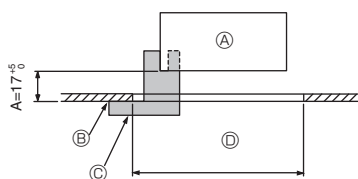
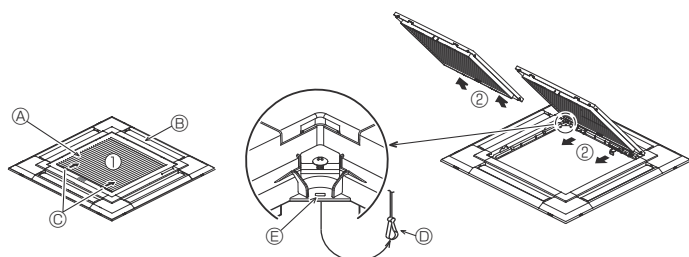
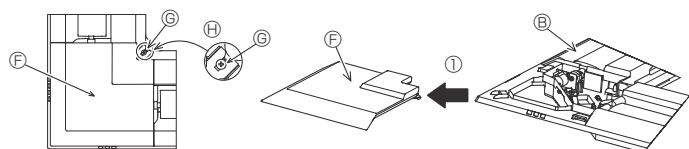

Fig. 9-2
Fig. 9-3
Fig. 9-4
①	Gitter	1	950 × 950 (mm)
②	Installationsmåler	1	(delt i fire)
③	Skruer (4 × 16)	1	til PLP-6EAE, PLP-6EAL, PLP-6EALME
④	i-see sensor-hjørnepanel	1	til PLP-6EAE, PLP-6EAL, PLP-6EALME
⑤	Trådløs fjernbetjening	1	til PLP-6EALM, PLP-6EALME
⑥	Holder til fjernbetjening	1	Medfølger hvis udstyret med trådløs fjernbetjening.
⑦	LR6 AA-batterier	2	Medfølger hvis udstyret med trådløs fjernbetjening.
⑧	3,5 × 16 pladeskruer	2	Medfølger hvis udstyret med trådløs fjernbetjening.
9.2. Forberedelser til fastgørelse af gitteret (Fig. 9-2)
- Juster og kontrollér placeringen af hovedenheden i forhold til loftsfladen med måler ②, der følger med dette sæt. Hvis hovedenheden ikke placeres korrekt i forhold til loftsfladen, kan der opstå luftlækager eller kondensdannelse.
- Ⓒ Installationsmåler ② (sat ind i hovedenheden)
9.2.1. Afmontering af indtagsgitteret (Fig. 9-3)
- Skub håndtagene i retningen angivet af pilen ① for at åbne indtagsgitteret.
- Med indtagsgitteret i "åben" position fjernes indtagsgitterets hængsel fra gitteret som vist med pilen ②.
9.2.2. Afmontering af hjørnepanelet (Fig. 9-4)
- Løsn de ④ skruer på hjørnet. Skub hjørnepanelet i retning af pil ① i illustrationen, og fjern hjørnepanelet.
- [Fig.9-3] [Fig.9-4]
- Ⓑ Gitter ①